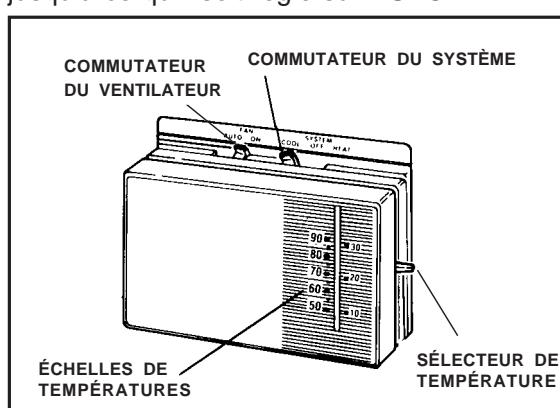

Figure 1. Thermostat typique
1. Régler le commutateur du thermostat sur REFROIDIR (COOL) ou AUTO et le commutateur du ventilateur du thermostat sur AUTO (Figure 1).
1. Régler le commutateur du thermostat sur CHAUFFER (HEAT) ou AUTO et le commutateur du ventilateur du thermostat sur AUTO (Figure 1).
Régler le commutateur du thermostat sur la position d'ARRÊT (OFF) et le commutateur du ventilateur du thermostat sur AUTO (Figure 1).
Régler le commutateur du ventilateur du thermostat sur la position MARCHE (ON) (Figure 1).
**Description du voyant DEL (Consulter la Figure 1)** VOYANT DEL DE MARCHE (vert) : indique que la tension est présente au branchement du module. VOYANT DEL D'ALERTE (jaune) : indique une situation anormale à l'intérieur du système à l'aide d'un code de clignotement unique. Le VOYANT DEL D'ALERTE clignote plusieurs fois de suite,